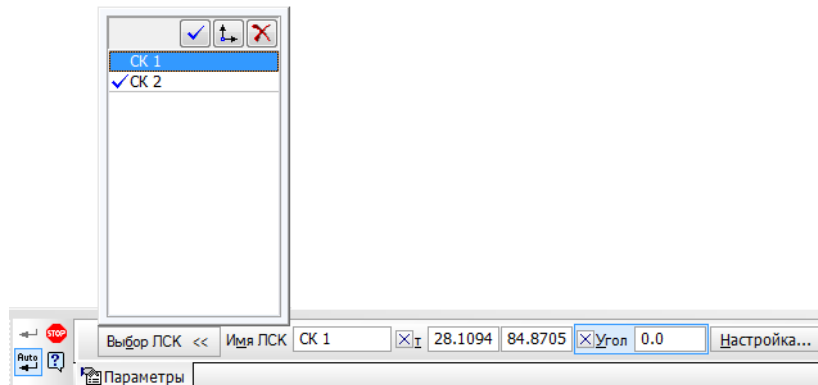

Рис. 34
2. Вказати начало *ЛСК* у потрібній точці об'єкта або формату та зафіксувати, клацнувши лівою клавішею миші. Можна ввести координати начала *ЛСК* в полях на *Панели свойств* (рис. 34).
3. Повернути вісь *X ЛСК* на потрібний кут за допомогою курсору або ввести його значення в полі на *Панели свойств* (рис. 34). Зафіксувати положення вісі *X*.
На кресленні можна встановлювати декілька *ЛСК*. Для того, щоб створити нову *ЛСК* необхідно натиснути кнопку **Новая локальная СК**  у полі **Выбор ЛСК** (рис. 34).
Якщо в документі присутні декілька *ЛСК*, то координати будуть розраховуватися і відображатися тільки в поточній системі координат. Щоб зробити поточною будь-яку *ЛСК*, необхідно виділити її в списку поля **Выбор ЛСК** на *Панели свойств* (рис. 34) і натиснути кнопку **Текущая локальная СК** . Систему можна видалити, якщо вона стає не потрібною. Для цьо-
го її необхідно виділити в списку поля **Выбор ЛСК** і нажати кнопку **Удалить локальную СК**  (рис. 34).